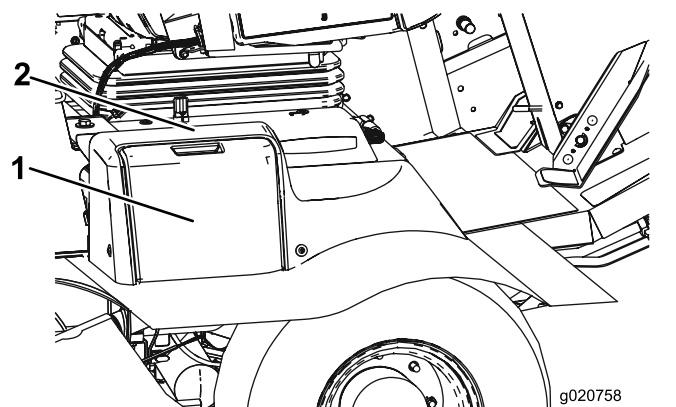

Figura 59
1. Abra a cobertura da bateria no lado do resguardo (Figura 59).
**Nota:** Pressione a superfície plana por cima da cobertura da bateria para facilitar a remoção da cobertura (Figura 59).